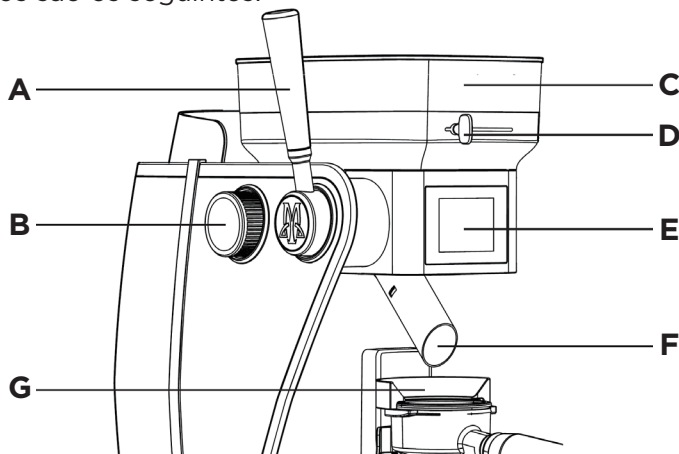

Figura 2 Introducción a las piezas de molienda
(1) Deslize a pá de alimentação de grãos para a esquerda. Alinhe os cliques frontais do funil de grãos com as ranhuras correspondentes da máquina e pressione para baixo para garantir a instalação.
(2) Durante a instalação, alinhe os cliques frontais do funil de grãos e o clipe de bloqueio do funil de grãos da máquina. Certifique-se de que o funil de grãos esteja na posição correta e pressione o funil de grãos para baixo para garantir a instalação.
(3) Adicione a quantidade adequada de grãos de café ao funil e deslize a pá inferior para a direita (é possível retirar aproximadamente 18 g de grãos deslizando a pá de alimentação de grãos para frente e para trás uma vez).
(4) Conforme mostrado na figura 2, coloque o porta-filtro na posição do suporte do porta-filtro e certifique-se de que ele esteja firme.
(5) Toque na tela secundária de moagem à esquerda para selecionar o programa de moagem 1 ou 2 e acessar a página de exibição dos parâmetros de moagem. Você pode moer de acordo com os parâmetros atuais ou ajustá-los previamente. Para obter instruções sobre como usar a tela de moagem de grãos, consulte a seção 4. Instruções de operação da tela de moagem de grãos.
(6) Gire o interruptor de moagem no sentido horário/anti-horário para iniciar o processo de moagem. Consulte a seção 3.
(7) Após a moagem, remova o porta-filtro e bata-o sobre uma mesa ou almofada para pó para distribuir previamente o café moído no filtro; use um compactador de pó para compactar firmemente o café moído.